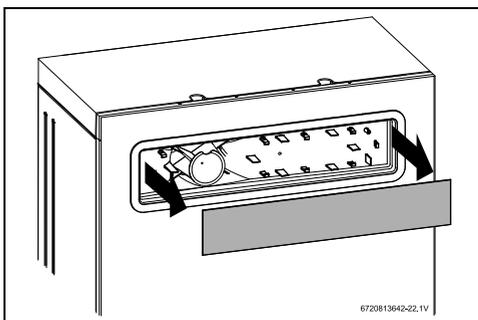

Fig. 51 Retirer la protection
- ▶ Retirez la protection de la façade, voir fig. 51.